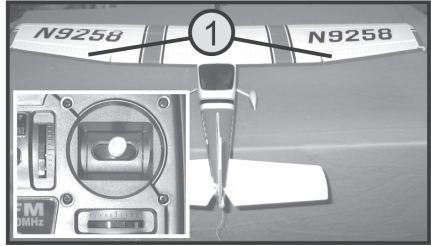

Bild 18a
- Der Trimmzieher für die Querruderfunktion (siehe Bild 2, Pos. 5) muss in der Mittelstellung stehen. Bei korrekter Einstellung der Anlenkgestänge bilden die Querruder (1) und die Tragfläche eine Ebene, siehe Bild 18a.